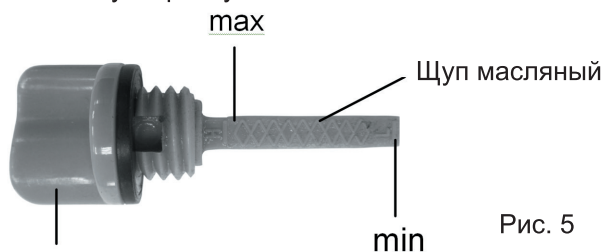

Рис. 5
3. Извлеките щуп и проверьте уровень масла. Он должен находиться между верхней и нижней отметкой контрольного щупа ближе к верхней отметке (max) (рис.5). В случае необходимости долейте свежее моторное масло.